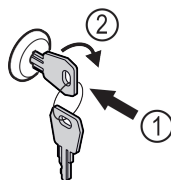

Fig. 159
- ▶ Paina avain lukkoon. Fig. 159 (1)
- ▶ Kierrä avainta 90° myötäpäivään. Fig. 159 (2)